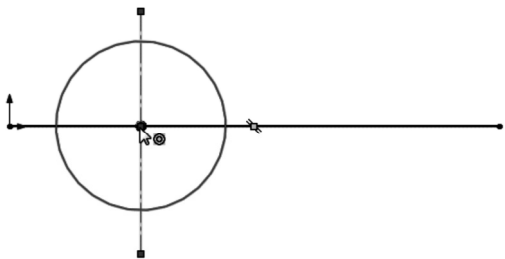

图 3-50 单击圆心为移动基点
- [4] 在“参数”下, 选择“从/到”, 单击圆心为移动基点如图 3-50 所示, 然后拖动将